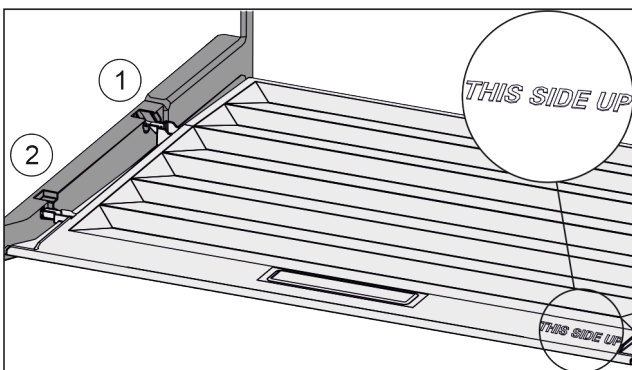

Fig. 59
- ▶ Introduceți nervura capacului prin orificiul suportului posterior Fig. 59 (1) și înclicetați-l în față în suport Fig. 59 (2).